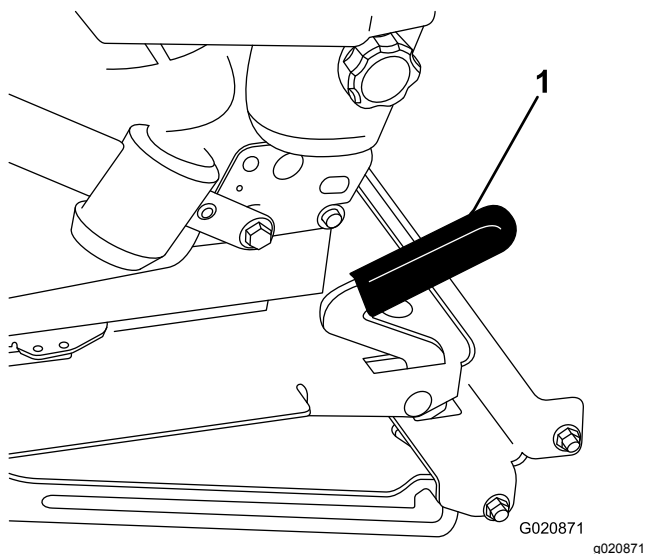

Рисунок 25
2. Потяните рычаг защелки сиденья вперед и вверх, чтобы разблокировать сиденье (Рисунок 25).